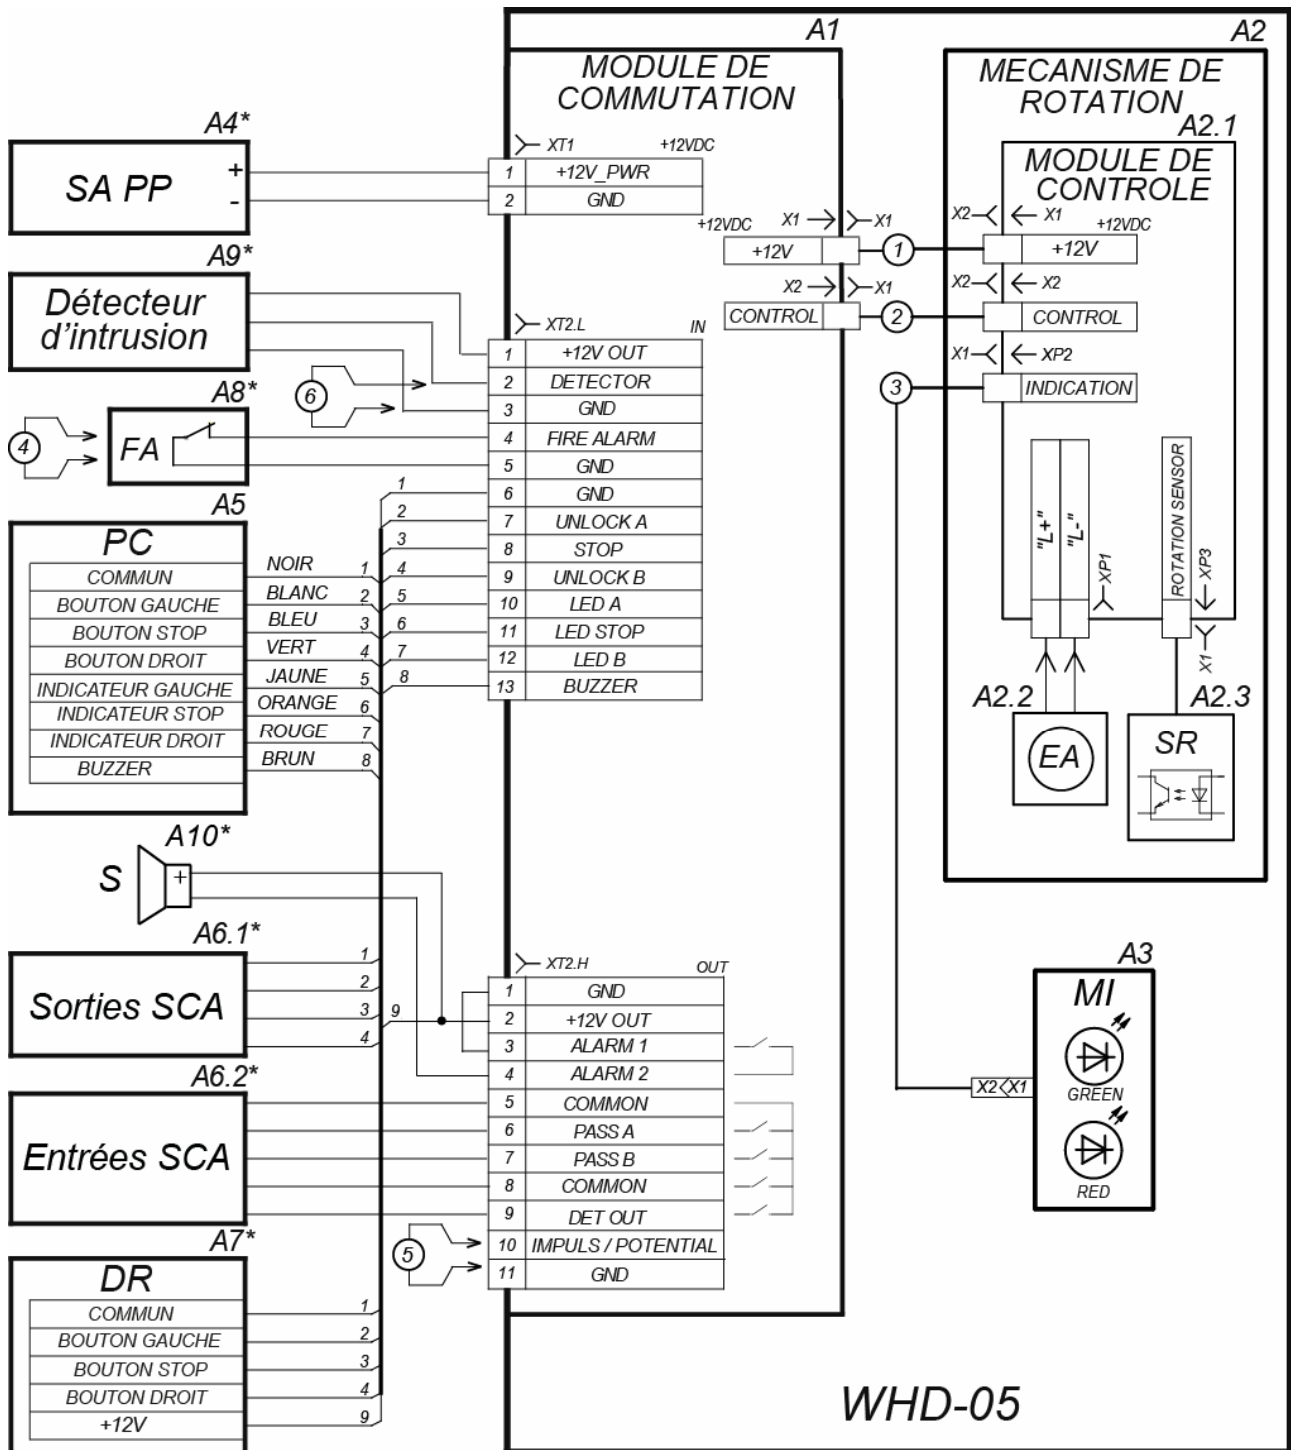

Figure 10. Schéma des connexions électriques du module de commutation (la légende est donnée en Table 3)
7. Enlevez le support (6) avec le module de commutation (7), du bâti du portillon au travers du trou dans la base.
8. Connectez les câbles du pupitre de commandes (SCA / dispositif de radiocommande) et de la source d'alimentation au module de commutation comme indiqué sur le schéma de la Fig. 10.
9. Installez à nouveau le support (6) avec le module de commutation (7) comme ils l'étaient.
11. Installez le bâti (1) sur les chevilles et fixez-le avec les boulons adéquats; le mettre vertical en utilisant un levier.
Table 3. Légende de la Fig. 10